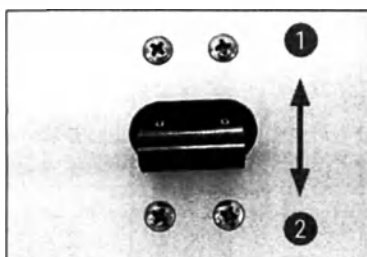

Рис. 12
- Для включения необходимо перевести автоматический выключатель в верхнее фиксирующее положение (положение выключателя 1) (→ "Рис. 12") (→ Рис. 12-1).
- Включите прибор с помощью автоматического выключателя (→ "Рис. 12"). Выполняется инициализация прибора.